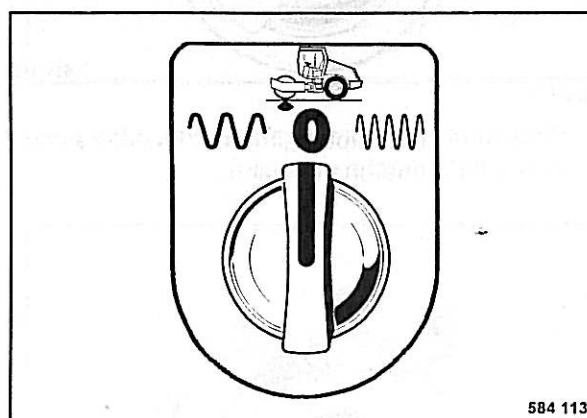

Fig. 30
- Colocar el interruptor selector de vibración (Fig. 30) en posición "0", vibración desconectada.